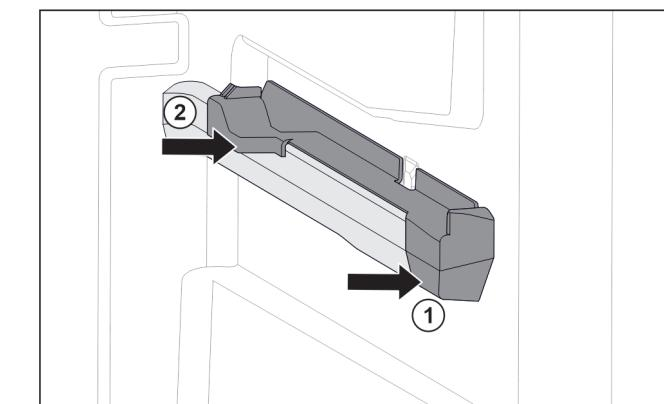

Fig. 75 Násuvný diel na pravom rebre nádoby
- Nasadte násuvný diel vpredú na rebro nádoby. Fig. 75 (1)
- Pritlačte násuvný diel vzadu. Fig. 75 (2)